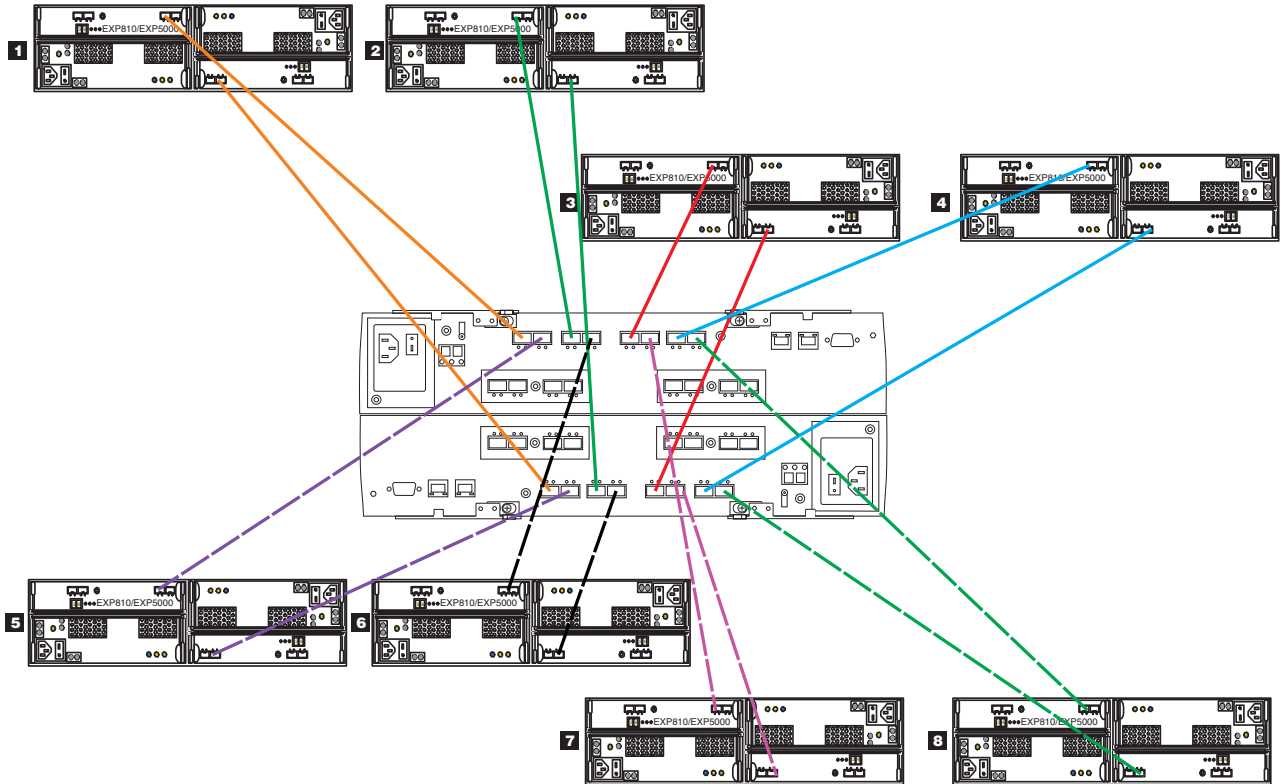

图 10. 连接存储机柜时使用全部的驱动器通道端口
- 将存储机柜连接到驱动器迷你集线器时，请勿使用 DS4400 或 DS4500 存储子系统中每个驱动器迷你集线器的所有端口。请将光纤通道电缆仅连接至驱动器迷你集线器的一个端口中，并将其他端口留空。但是，将存储机柜连接到驱动器通道端口（如 DS4200、DS4700、DS4800、DS5020、DS5100 和 DS5300 存储子系统）时，请使用每个驱动器通道上的所有端口。图 10 显示了如何将八个存储机柜连接到 DS5000 存储子系统。连接八个机柜，用完 DS5000 存储子系统的所有驱动器通道端口，而不是将这些存储机柜堆叠连接到部分驱动器通道端口上。